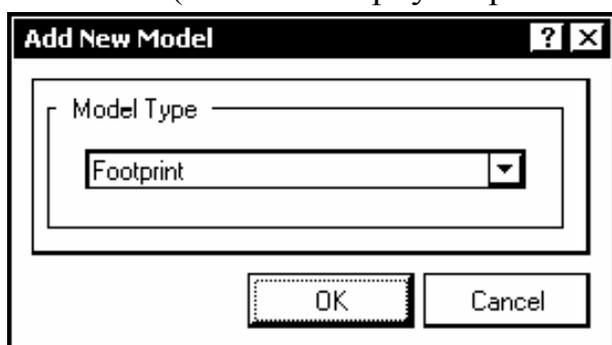
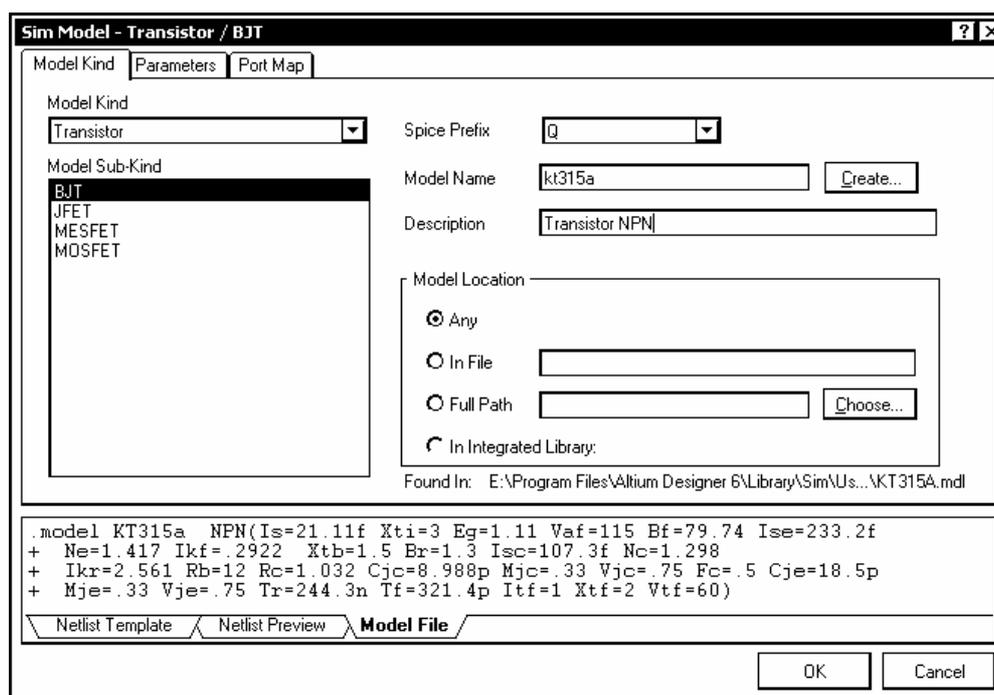
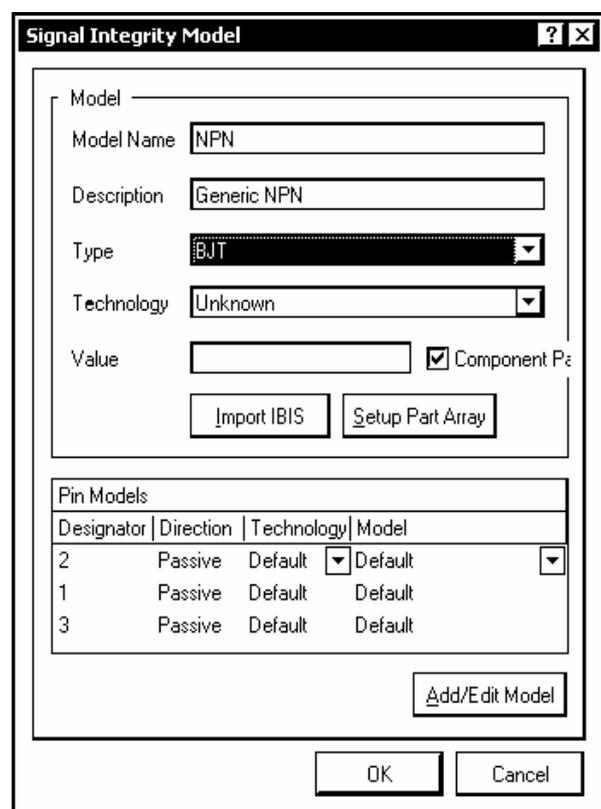

Рис. 3.13
Рис. 3.16
Рис. 3.17
1. Щелчком левой клавиши мыши по кнопке Add в поле моделей плавающей панели SCH Library (см. рис. 3.6, а) активизировать процедуру присоединения модели. Открывается диалоговое окно Add New Model (рис. 3.13), в котором следует указать тип модели – Footprint.
4. Завершить процедуру подключения ТПМ кнопкой ОК в окне рис. 3.13. В поле моделей плавающей панели Sch Library отображаются сведения о подключенной модели ТПМ – его имя, тип и описание.
2. Кнопкой Add в поле моделей плавающей панели SCH Library активизировать процедуру поиска и присоединения SPICE-модели к компоненту схемной библиотеки. В диалоговом окне Add New Model (см. рис. 3.13) указать категорию модели Simulation. Откроется диалоговое окно поиска модели Sim Model (рис. 3.16).
1. Активизировать в поле моделей плавающего окна SCH Library и указать в диалоговом окне, рис. 3.13, вид модели – *Signal Integrity*. Открывается диалоговое окно *Signal Integrity Model* (рис. 3.17)/